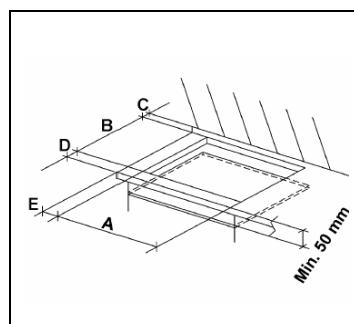
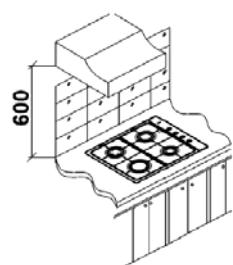

FIG. 9
FIG. 10
Faça uma abertura para o encaixe no plano do móvel, respeitando as dimensões indicadas na fig. 9, certificando-se de que sejam respeitadas as dimensões do espaço no qual o aparelho deverá ser instalado (veja fig. 10).
- Para evitar possíveis contactos acidentais com a superfície da carcaça da placa aquecida durante o funcionamento da mesma, coloque um elemento de separação em madeira e aperte-o com parafusos a distância mínima do topo, de 50 mm (fig. 9).